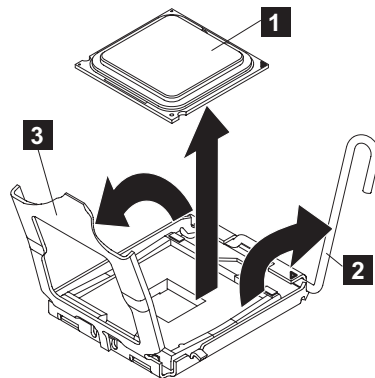

図 251. SAN ボリューム・コントローラー 2145-CF8 マイクロプロセッサ・ブラケット・フレームを開く
1. マイクロプロセッサを挿入するための準備としてソケットを開くには、マイクロプロセッサを取り外すときに行ったのと同様に、解放レバー (図 251 の **2**) を下げて外向きに押し、完全に開いた位置で停止するまで、マイクロプロセッサ解放レバーを持ち上げます。